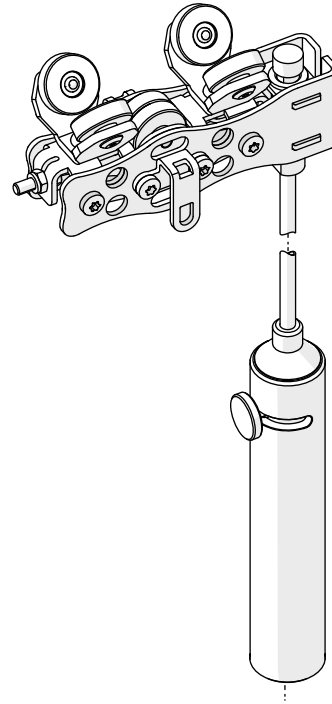

Abb. 67: Abgeschlossener Umbau zu OFFICE Zugwagen mit Rastbremse
- ✓ Der Zugwagen ist fertig montiert (siehe Abb. 67). Die Magnetplatte bzw. Magnetgegenplatte wird nach dem Aufhängen der Außenlagen befestigt (siehe auch *Kapitel 5.8.2 Außenlagen an OFFICE-Zugwagen* [► S. 91]).